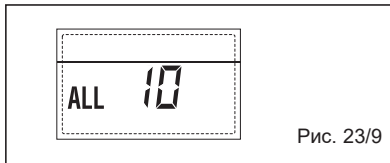

Рис. 23/9
– СРАБАТЫВАНИЕ ДАТЧИКА ДЫМОВ “ALL 13” (Рис. 23/10)